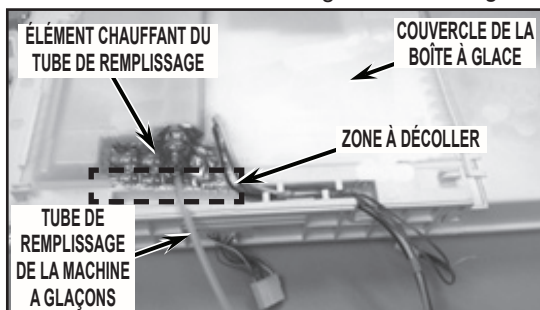
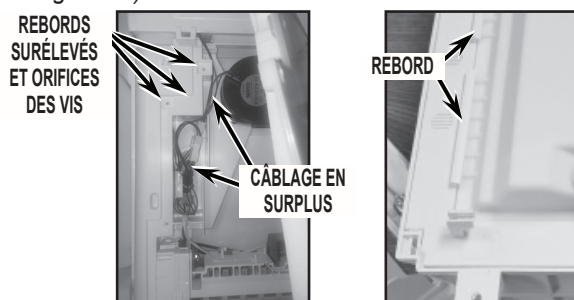

FIGURE 13
FIGURE 16
16. Décoller doucement une partie suffisante de l'élément chauffant du tube de remplissage en aluminium pour pouvoir retirer le couvercle de la boîte à glace. Voir la *Figure 13*.
19. Plier le câblage en surplus dans la boîte à glace, en veillant à placer tout le câblage dans les espaces en dessous des rebords surélevés et des orifices des vis. Voir la *Figure 16*. Fixer le couvercle de la boîte à glace sur la boîte à glace au moyen des vis retirées à l'étape 17. Veiller à insérer l'extrémité du couvercle de la boîte à glace sous le rebord de la machine à glaçons et à recoller la partie décollée de l'élément chauffant du tube de remplissage (voir la *Figure 13*).